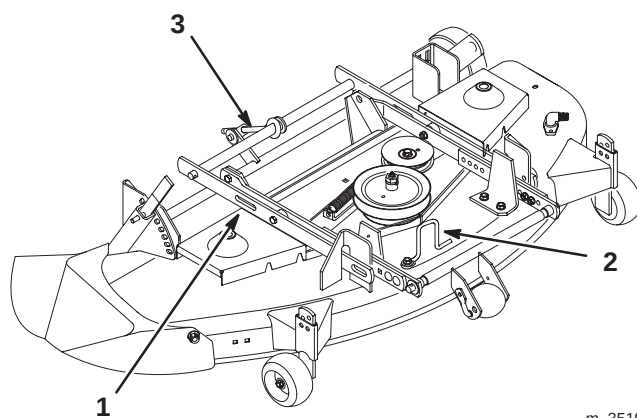

Figure 6
4. Positionnez le plateau de coupe de sorte que les fentes situées sur le côté de chaque support de fixation (Fig. 6) soient alignées juste en dessous du bras de commande d'accessoire du tracteur.